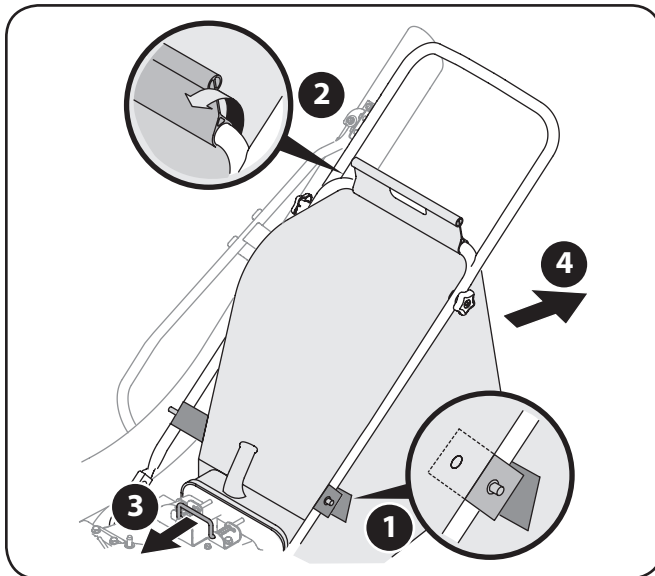

Figura 5-1
2. Suelte el broche de la bolsa a presión de la parte superior de la manija inferior. Vea la Figura 5-1.